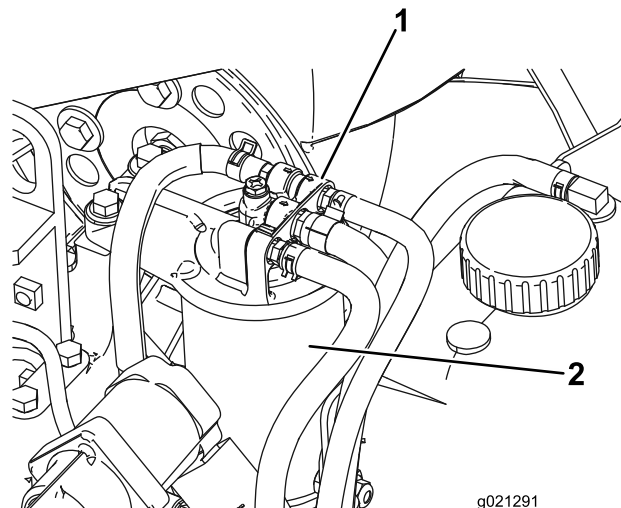

Рисунок 81
1. Очистите поверхность вокруг головки топливного фильтра (Рисунок 81).
2. Снимите фильтр и очистите монтажную поверхность головки фильтра (Рисунок 81).